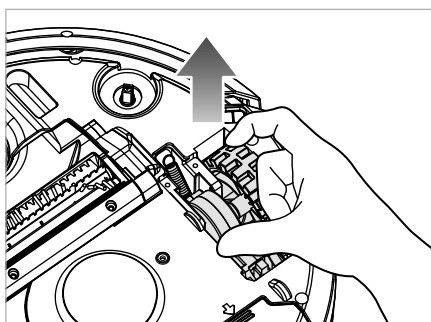

Fig. 21
- 3) Trageți roata 20/34 puțin din aparat și curățați-o cu o lavetă ușor umezită sau cu peria de curățare 11 (a se vedea fig. 21 și 22). Dacă este necesar, ștergeți și compartimentul roții.